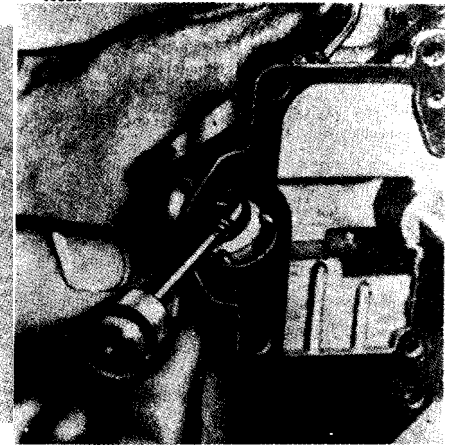

fig. 9
Remova o êmbolo da tampa (fig. 9). Solte a mola (8) do seu lado e descaixe-a da esfera (10) que se encontra em um recipiente com gasolina ou querosene para evitar que o couro do êmbolo desseque.